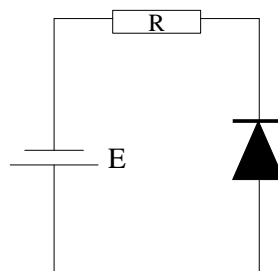

Figura 1 – Circuito com díodo semiconductor.
- 1- Faça a montagem da figura 1, usando $R = 100\text{-}200\ \Omega$, e substitua o díodo semiconductor pelo LED vermelho.